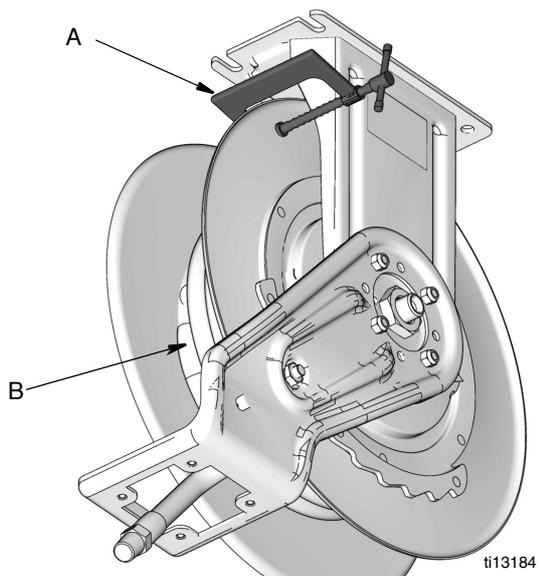

Рис. 19
4. Прикрепите зажимную скобу (А) к фланцу барабана, чтобы предотвратить его случайную расфиксацию и свободное вращение (Рис. 19).